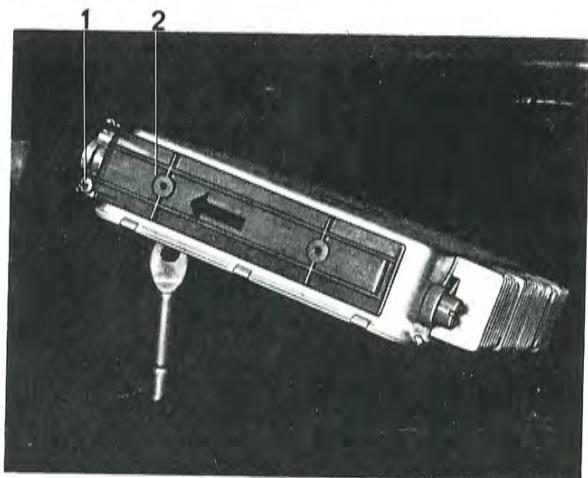

Bild 2—48. Demontering av plastskydd
5. Tillverka en utdragare enligt bild 2—47. Kroka i utdragaren, se bild 2—49 och dra ut stickkontakten försiktigt.